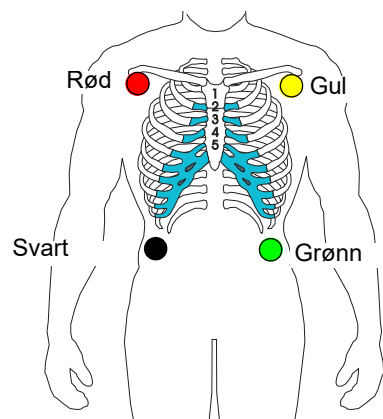

Fig. 4.4 Kabel med 4 elektroder
1. Plasser elektrodene som vist i Fig. 4.4.
1. Sett på elektrodene på EKG-kabelen med 4 elektroder som vist i Fig. 4.4.